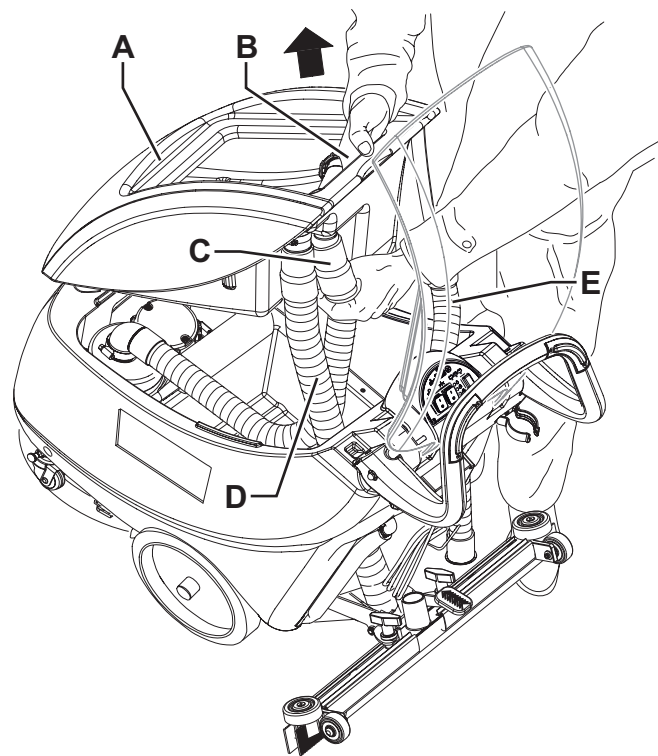

Рис. 6
2. Опорожните бачок с восстанавливающей водой (30), как показано в соответствующем разделе.
4. Отсоедините вакуумный шланг (22) от швабры (11).
5. Отсоедините спускной шланг восстанавливающей воды (16) от скобы (17).
6. Откройте крышку (6).
7. Захватите бачок с восстанавливающей водой (А, Рис. 6) в зоне (В) и слегка сполосните его.
8. Отсоедините вакуумный шланг (С) от бачка, затем снимите бачок (А) с шлангами (D) и (E).